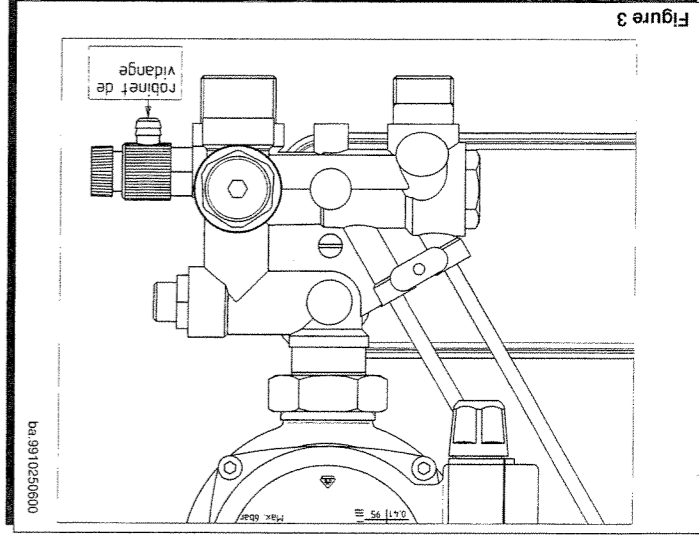
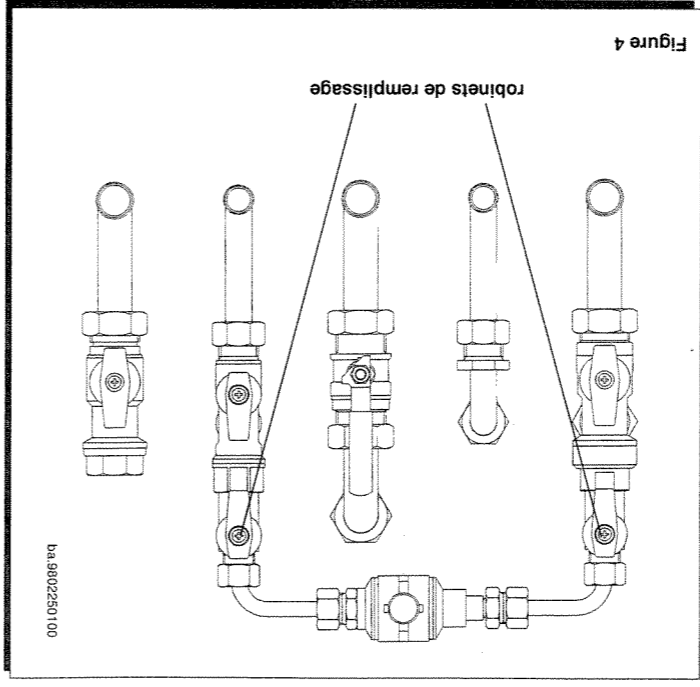

Figure 3
Figure 4
Important: Vérifiez périodiquement que la pression lue sur le manomètre (11) lorsque l'installation est froide soit de 0,5 - 1 bar. En cas de surpression, manœuvrez le robinet de vidange de la chaudière (figure 3). Si la pression est inférieure, manœuvrez simultanément les robinets de remplissage de la chaudière (figure 4). Nous vous conseillons d'ouvrir ces robinets très lentement, de manière à faciliter la purge d'air. Si vous observez de fréquentes diminutions de pression, demandez au Service d'assistance technique autorisé d'intervenir.